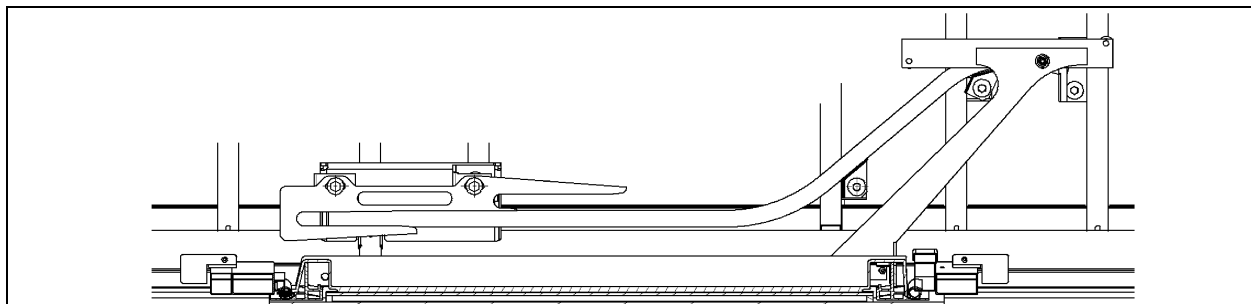

FIGURE 73: BRAS SUPÉRIEUR ET TRAVERSE DE L'ÉLÉVATEUR POUR FAUTEUILS ROULANTS
2. Faire glisser la traverse supérieure dans le bras supérieur, puis fixer la traverse à la structure avec un boulon. Ne pas serrer complètement le boulon pour le moment (voir la Figure 73).